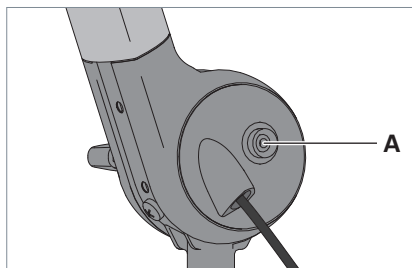

Fig. 6: Pulsante per cavo di messa a terra.
- ▶ Inserire un'estremità del cavo di messa a terra in dotazione sul pulsante **A** dell'apparecchio d'illuminazione, vedi Fig. 6.